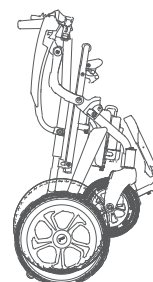

Ilustración 5.1
- Retírese la silla de ruedas eléctrica de la caja de cartón, según se muestra en la Ilustración 5.1: Coloque el controlador en la dirección que se muestra en la ilustración y bloquee la llave mecánica en la dirección que se muestra en la ilustración, según se muestra en las Ilustraciones 5.2 y 5.3.